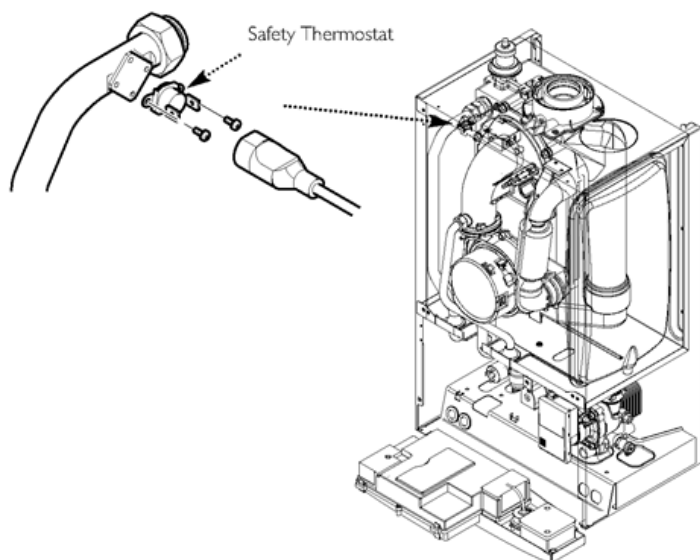

Fig. 60
13.7 Safety Thermostat (Fig. 60)